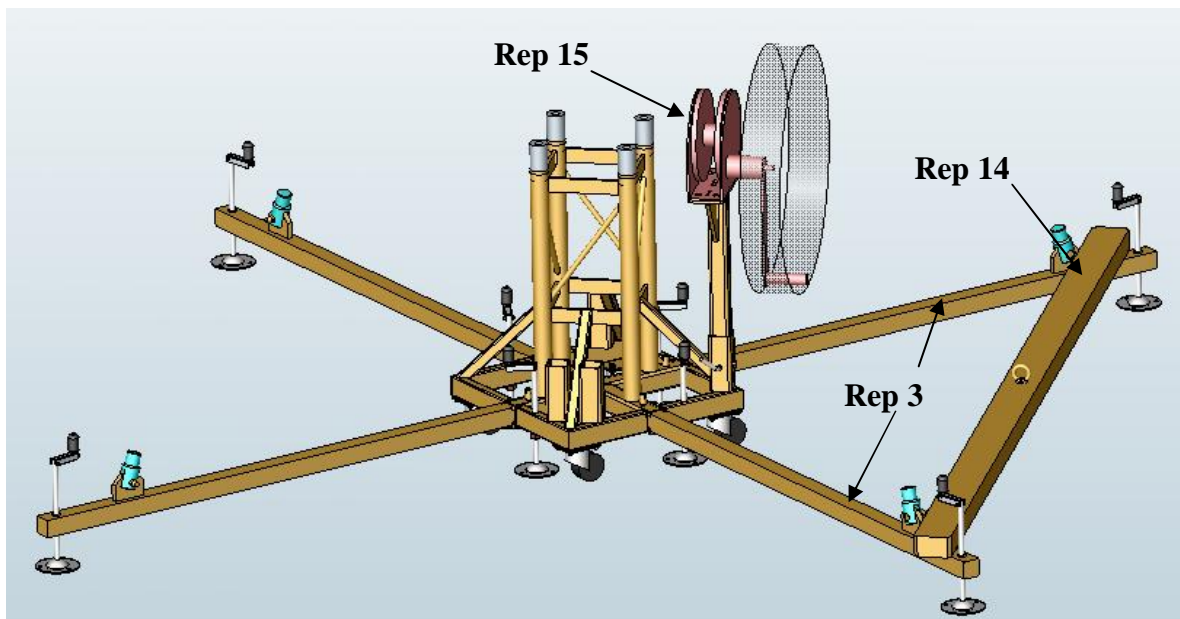
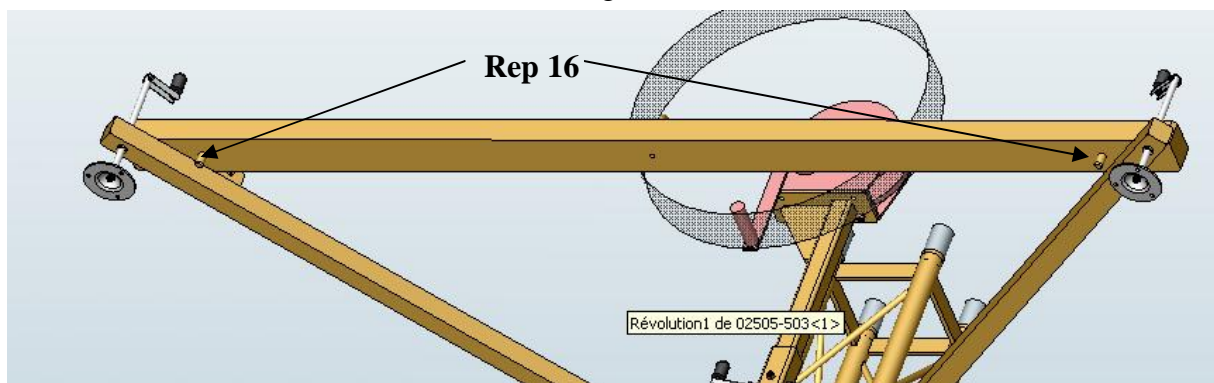

fig.4
fig.5
b) Placer le contre poids (rep. 14) sur les pieds (rep. 3) du coté du treuil (rep 15) (fig.4) les tétos (rep. 16) vers l'intérieur (fig.5).